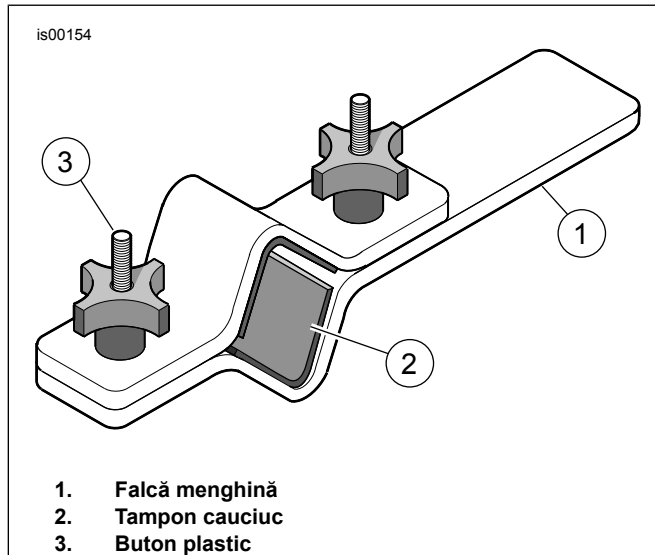

Figura 6. Suport tub de furcă (HD-41177)
1. A se vedea figura 6. Montați furca în suportul tubului de furcă (HD-41177), după cum urmează:
- a. Prindeți capătul instrumentului (1) în menghină în poziție orizontală.